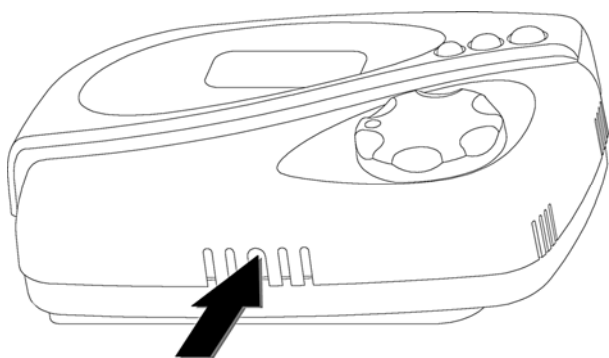

рис. 1.
1. Нажать на защёлку тонкой шлицевой отвёрткой, вставив её в отверстие (рис.1).